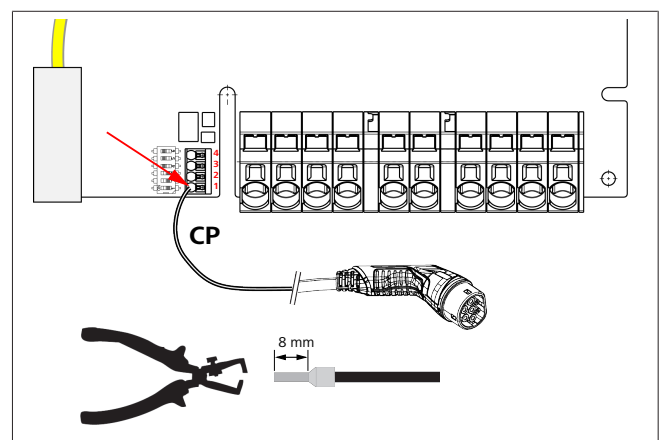

Fig. 7
9. Bruk en en flatskrutrekker (3,5 mm) til å koble til de enkelte ledningssidene på den høye klemmeblokken med påskriften "OUT" iht. spesifikasjonene i Fig. 7.